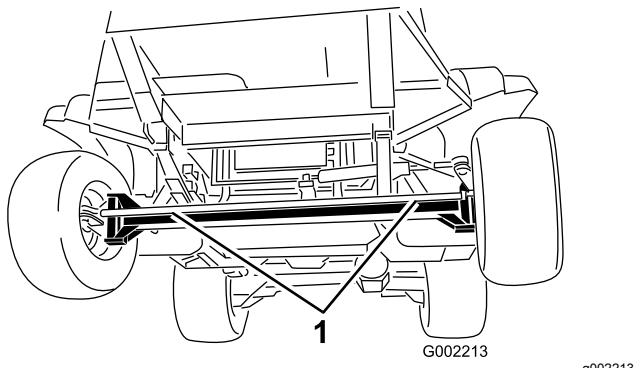
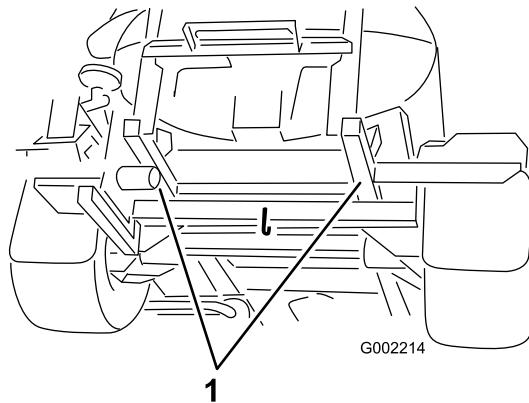

Figura 54
Figura 55
2. Conecte un cable de remolque al bastidor; consulte los puntos de remolcado delanteros y traseros (Figura 54 y Figura 55).